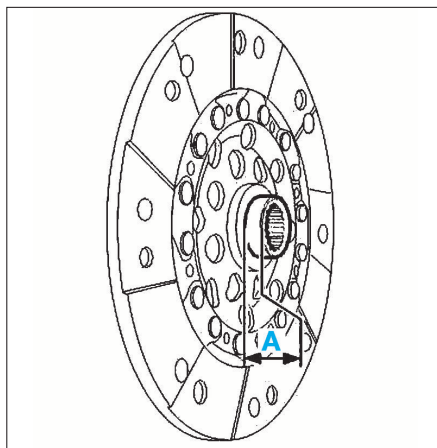

FIG. 4
- Respecter le sens de montage (le plus grand épaulement (A) du disque côté boîte) (Fig.4).